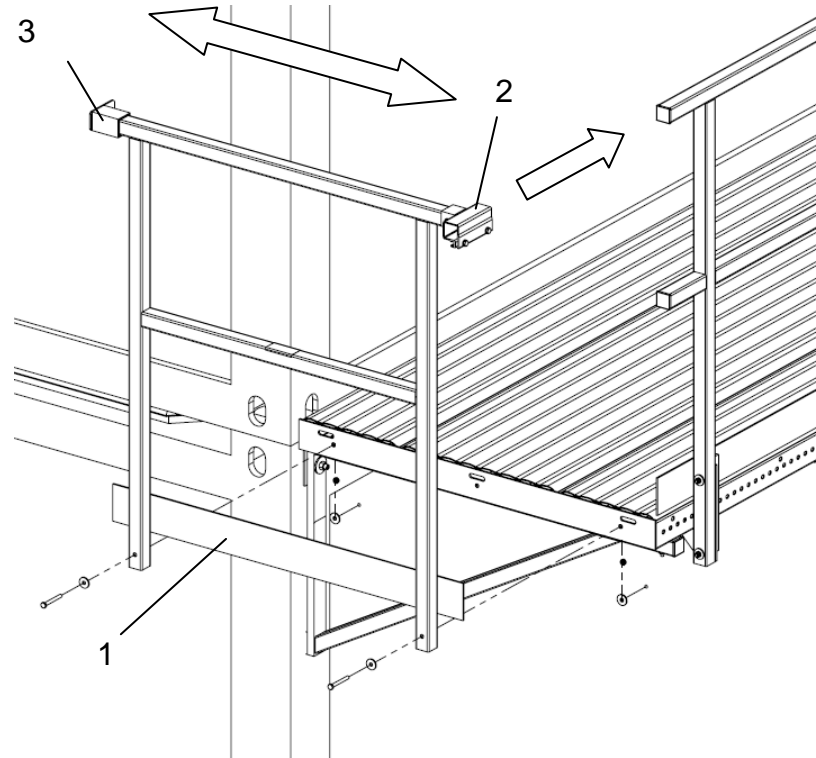

Abb. 55: Geländer für Stirnseite anschrauben
1. Nun kann das stirnseitige Geländer gemäß Abb. 55 montiert werden. Die Fußleiste (Abb. 55/1) muss nach innen gewand sein. Es kann unter Umständen nötig sein, den Geländerverbinder (Abb. 55/2) mit dem Winkel zur Anbindung (Abb. 55/3) zu tauschen, damit die Fußleiste entsprechend positioniert ist. Die Fußleiste muß nach innen gewand sein.